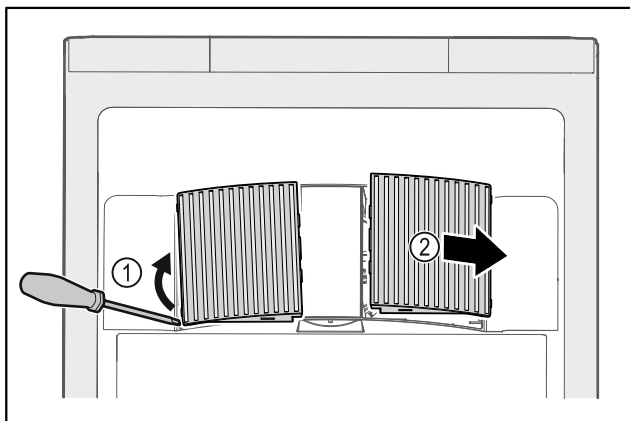

Fig. 171
- ▶ Estrarre con cautela i coperchi delle ventole dai lati Fig. 171 (1) e rimuoverli in avanti Fig. 171 (2).